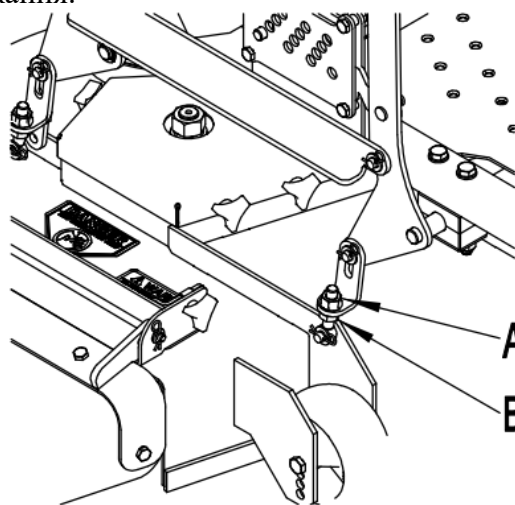

Рис. 18
7.2.9 Установите гайку регулировки уровня (А) и гайку (В) на каждом подвесе косилки (см. рис.18).